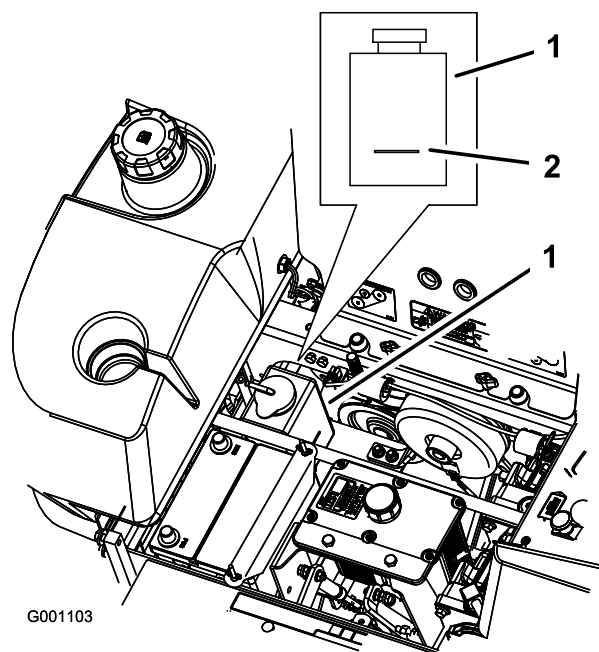

Figure 60
3. Lorsque le moteur est froid, vérifiez le niveau de liquide dans le vase d'expansion. Le liquide doit atteindre la bosse à l'extérieur du vase d'expansion (Figure 60).
4. Si le niveau de liquide est insuffisant, versez un mélange 50/50 d'antigel longue durée/Dex-Cool® et d'eau dans le vase d'expansion (Figure 60).
5. Versez une quantité suffisante de mélange 50/50 dans le vase d'expansion pour atteindre le trait de repère (Figure 60).